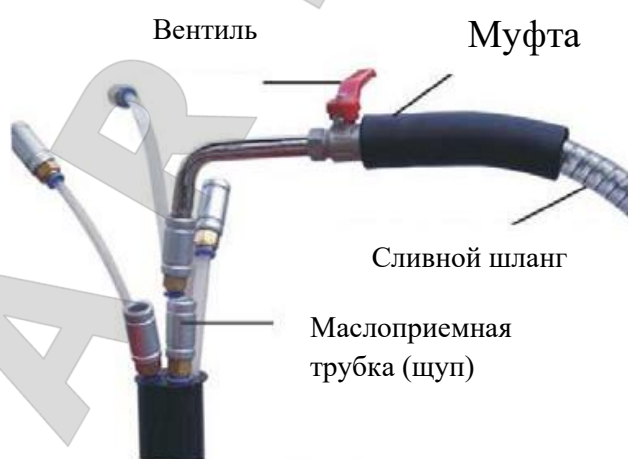

Рис. 5
2. Сначала откройте шаровой вентиль (см. рис.5).
5.3.Откачка масла (рис.5)
3. Подключите шланг воздушного компрессора к входному штуцеру для подачи воздуха ① (см.рис.5).
4. Откройте вентиль ② для опорожнения бака.
5. Постепенно открывайте шаровой вентиль ①, увеличивайте давление в баке, отключите воздушный компрессор, как только давление достигает требуемого значения.